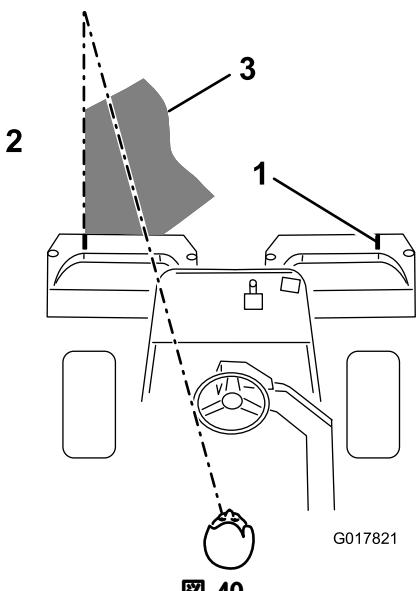

図 40
- 距離を一定に保って走るためには、車体前方 1.8 から 3 m のところに視線を置いて、刈り込み済みの済んでいる列にラインを合わせるようにするのがコツです（図 40）。ハンドルを目印にして距離を合わせても良いでしょう。その場合、ハンドルの縁と本機前方の目標ラインとを重ねて見ながら運転します（図 40）。